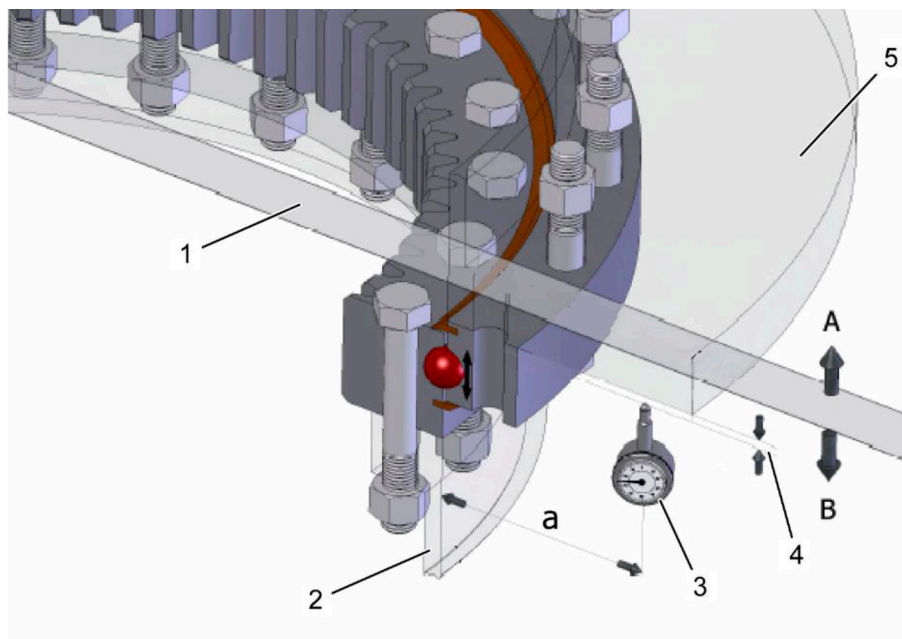

Abb. 30: Kippspielmessanordnung
3. Messuhr wie in Abb. 30 dargestellt, anbringen.